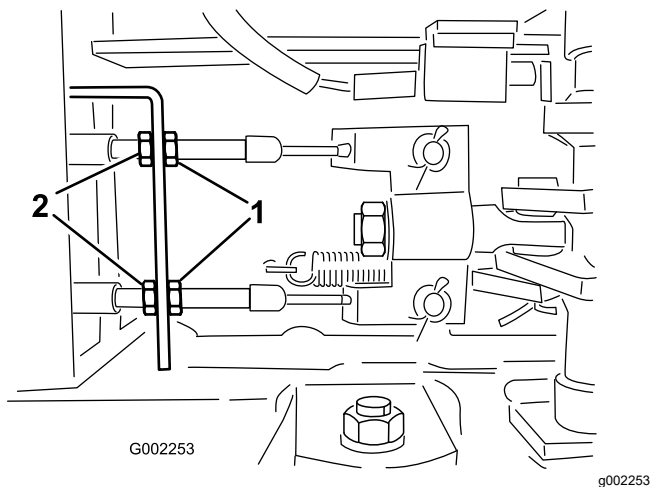

Figura 102
5. Afloje las contratuercas delanteras de los cables de freno, debajo del extremo delantero del fumigador (Figura 102).
6. Apriete las contratuercas traseras en la misma cantidad hasta que el pedal de freno recorra entre 1 a 2 cm ($\frac{1}{2}$ " a 1") antes de que se note resistencia (Figura 102).